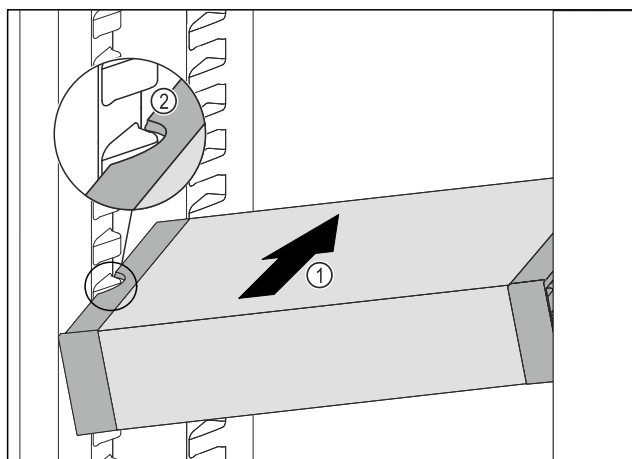

Fig. 179
- Predal VarioSafe potiskajte poševno v hladilnik Fig. 179 (1), dokler stranska izreza Fig. 179 (2) predala VarioSafe nista na višini nastavka za posodo v hladilniku.